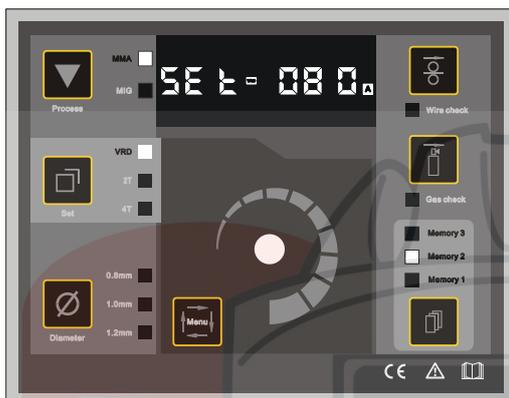

Рисунок 2: Режим MMA , установленный ток      Рисунок 3: Режим MMA, установленный ток
- b) В режиме STICK, нажмите **【 VRD/2T/4T переключатель 】**, VRD функция активна, когда индикатор горит и дисплей включен. VRD функция не активна, если индикатор не горит. (Рисунок 2, Рисунок 3)